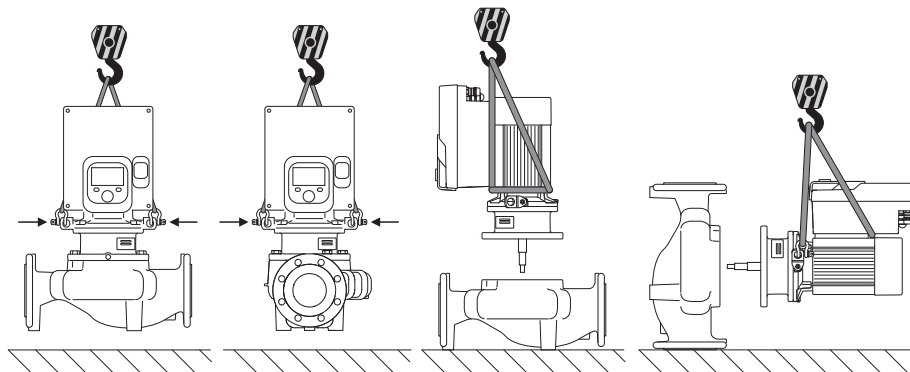

Fig. 6: Vakiopumpun nostosuunta
Pumpun kuljetus on suoritettava käyttäen hyväksyttyjä kuorman kiinnitysvälineitä (esim. nostotalja, nosturi jne.). Kuorman kiinnitysvälineet on kiinnitettävä moottorilaipassa oleviin kuljetussilmukoihin. Työnnä nostolenkit tarvittaessa adapterilevyn alle (Fig. 6/7). Pumppu on suojattava kaatumiselta.
1. Jätä kaksi kuljetussilmukkaa (Fig. I, pos. 30) moottorilaippaan.
2. Kiinnitä moottori-juoksupyöräyksikkö (Fig. 4) varmistusta varten sopivilla nostovälineillä kuljetussilmukoihin. Jotta yksikkö ei kaadu, aseta hihnasilmukka kuvan Fig. 6 mukaisesti moottorin ja elektroniikkamoduulin sovittimen ympärille. Kiinnityksen yhteydessä on varottava vahingoittamasta elektroniikkamoduulia.
3. Avaa ruuvit (Fig. I/II/III, pos. 29) ja poista ne.